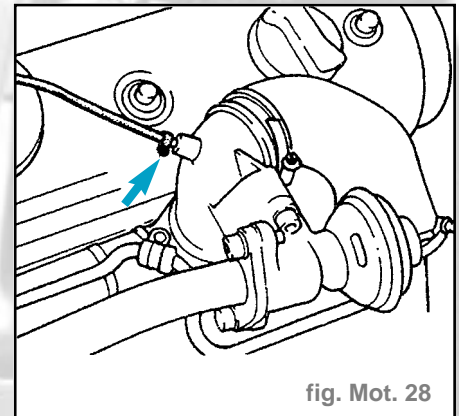

fig. Mot. 28
- Brancher le flexible de mesure du contrôleur de turbo-compresseur sur le tuyau de raccordement et le freiner par un collier de flexible (fig. Mot. 28).